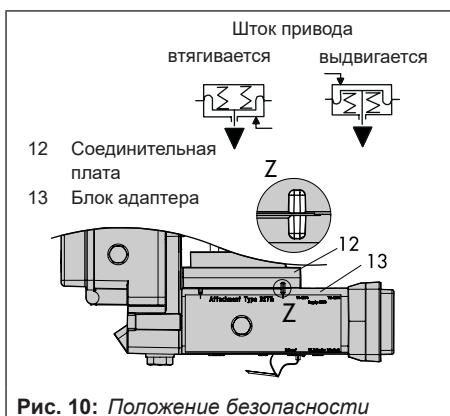

Рис. 10: Положение безопасности
7. Вставьте болты (13.1) в центральные отверстия блока адаптера (13).
8. Установите соединительную плату (12) с уплотнением (12.1) в соответствии с положением безопасности "Шток привода выдвигается" или "Шток привода втягивается" на болты (13.1). Активным является положение безопасности, при котором
паз блока адаптера (13) совпадает с пазом соединительной платы (12) (Рис. 10).